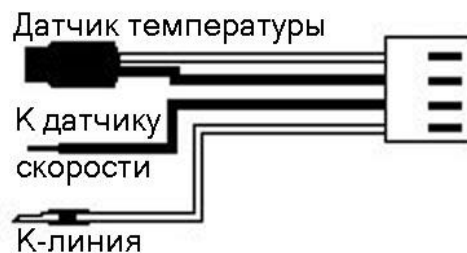
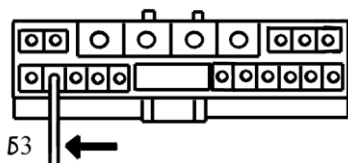
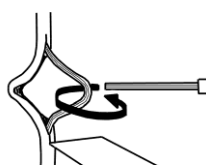

Рис. 7
Рис. 8
Рис. 9
- 14) Протяните чёрный провод, который идёт в поставке (рис. 7), в правый нижний угол автомобиля. Найдите жгут с разъёмом и подключите чёрный провод от бортового компьютера к 2 контакту (бело-зелёный провод) разъёма, который идёт на спидометр (рис. 8). Родной провод рекомендуется не отрезать, а разрезав изоляцию скрутить с проводом (по возможности спаять) и заизолировать (рис. 9). Если у вас Lanos DOHC 1.6 и нет разъема (рис. 8), тогда подключаем, как показано на рисунке 11. Если ЭБУ подключается 2-мя 32-х контактными разъёмами, то чёрный провод подключаются к 10 контакту. Т.е. если мы смотрим на ЭБУ, справа у нас красный разъём, то на белом подключаем к 10-му верхнему контакту.
- 16) Подсоедините этот провод в точку «М» диагностического разъёма со стороны подключения диагностического тестера (рис. 10(А) для Ланоса или рис. 10(Б) для Ланос Шевроле). Родной провод рекомендуется не отрезать, а разрезав изоляцию скрутить с проводом компьютера (по возможности спаять) и заизолировать (рис. 9).